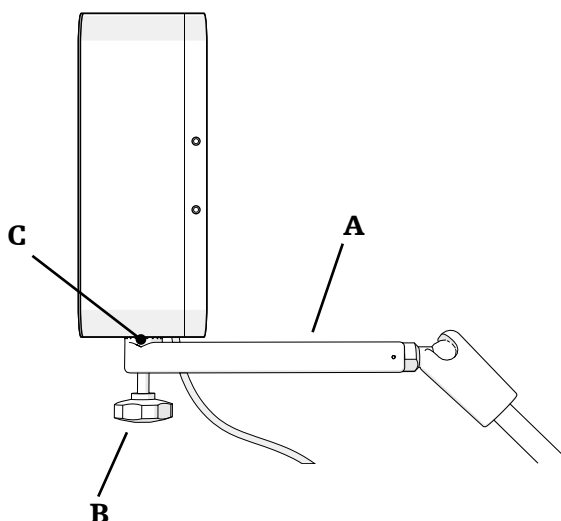

Figure 1 – Positionnement du générateur de champ sur le bras de montage pour générateur de champ (vue latérale)
2. Positionner le bras de montage pour générateur de champ avec les dents (Figure 1, C) vers le haut et la partie supérieure du bras articulé du bras de montage pour générateur de champ (Figure 1, A) parallèle à la table d'opération.
3. Placer le générateur de champ au ras des dents du bras de montage pour générateur de champ (Figure 1, C).
4. Fixer le générateur de champ par le haut avec une main, insérer la vis de la poignée en étoile (Figure 1, B) directement dans le filetage du générateur de champ et serrer la vis de la poignée en étoile avec l'autre main par le bas.
1. Positionner le bras de montage pour générateur de champ de manière à ce que la partie supérieure du bras articulé soit parallèle à la table d'opération et que la vis de la poignée en étoile du bras de montage pour générateur de champ soit tournée vers le bas. Voir Figure 1.